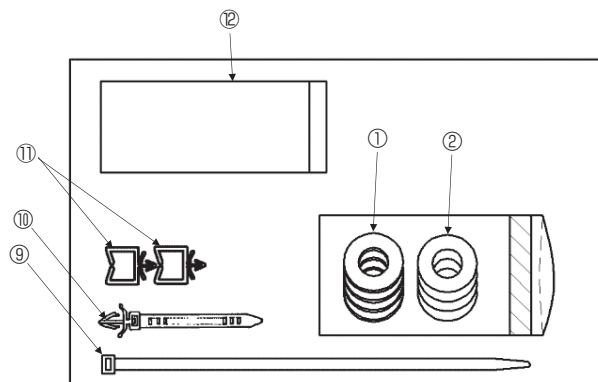
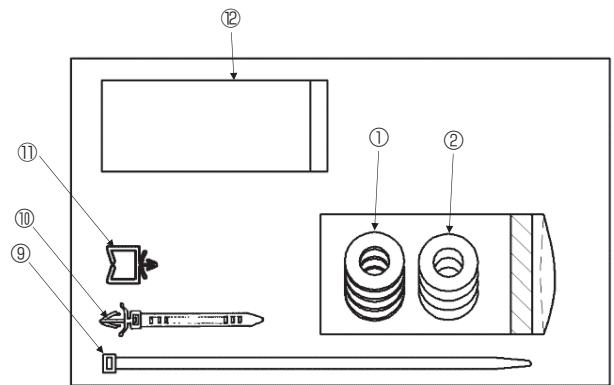

Fig. 7-2
Fig. 7-7
- (2) Fixez les accessoires ⑩ et ⑪. (type à 6 dérivations : Fig. 7-2, 7-5 et Tableau 5, type à 4 dérivations : Fig. 7-7, 7-10 et Tableau 5)
- (3) Entaillez les douilles en caoutchouc et faites passer chaque câble à travers les douilles en caoutchouc.